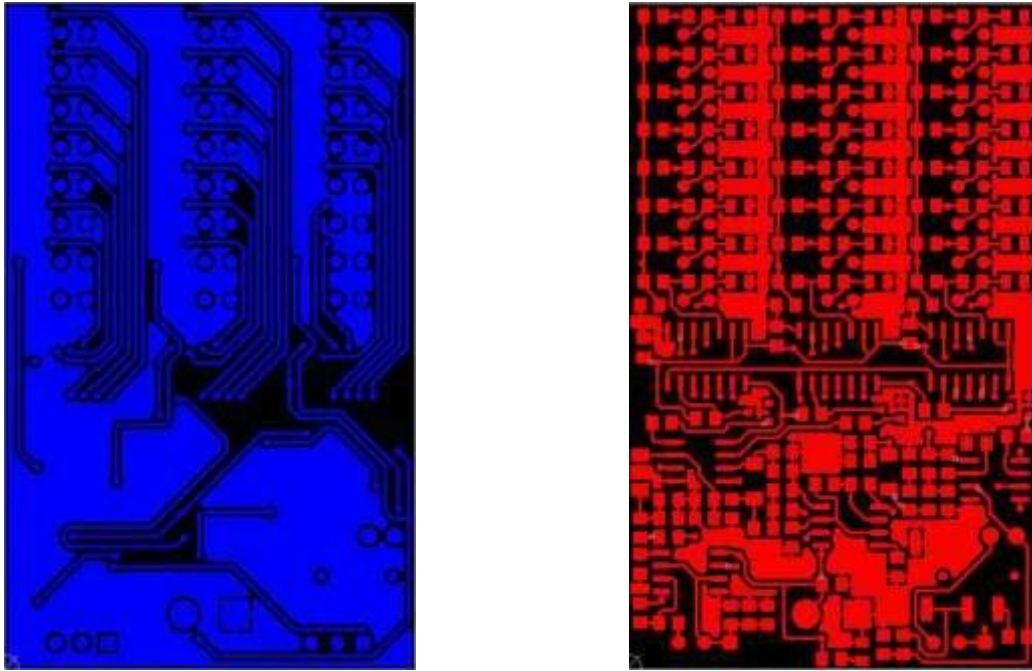

Рисунок 3. Трассировка печатной платы
2. Разместите радиоэлементы, выводы которых не требуют формовки, на печатной плате в соответствии со сборочным чертежом и трассировкой печатной платы (рисунок 3).